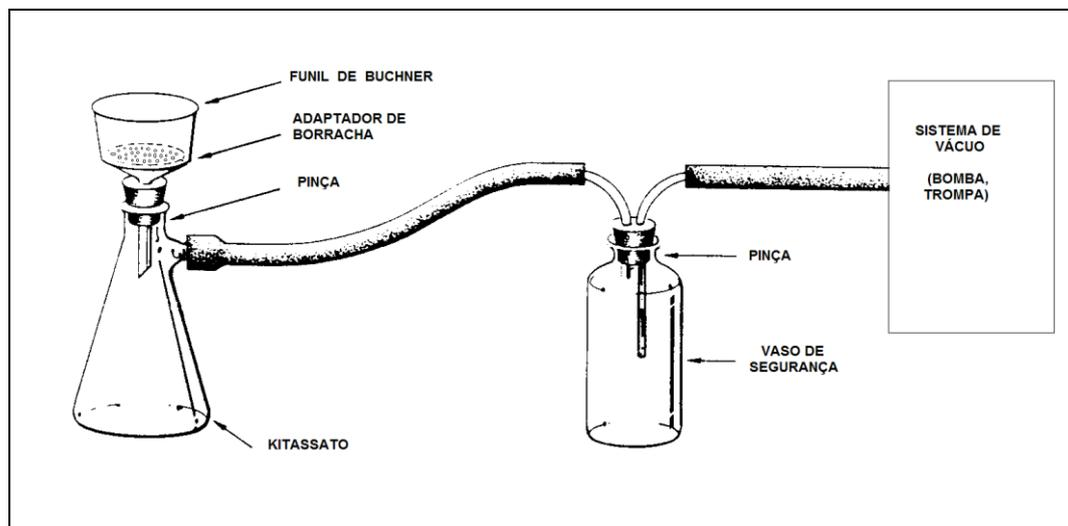

Figura 5 – Aparelhagem para um sistema de filtração à vácuo
5. Filtre à vácuo o sólido formado, de acordo com a **Figura 5**, adaptando à superfície do funil um papel de filtro (use dois papéis de filtro juntos). Lave o precipitado contido no funil com cerca de 20 mL de água destilada gelada (2 lavagens de 10 mL cada). Quando boa parte da água tiver sido filtrada e amostra encontrar-se razoavelmente seca, desligue a bomba de vácuo e retire com cuidado o papel de filtro, colocando-o sobre um vidro de relógio.